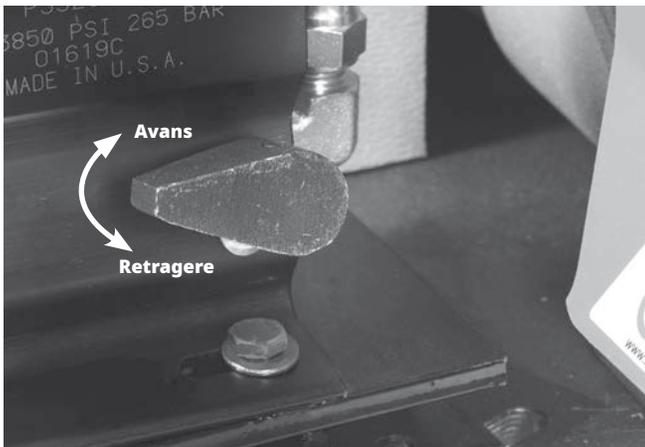

Figura 9 - Poziția manetei de eliberare a pompei
- Pentru retragerea rolei de canelare, mișcați maneta pompei în poziția de retragere. *Vezi figura 9.*